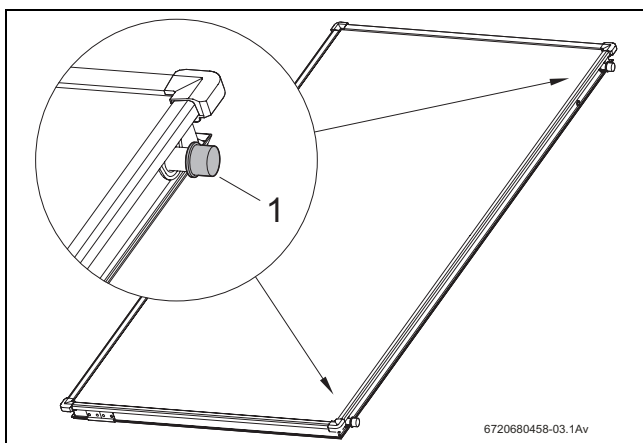

Fig. 4 Cubiertas de plástico en las conexiones del captador
- ▶ Las cubiertas de plástico (Fig. 4, [1]) sólo deben retirarse justo antes del montaje.